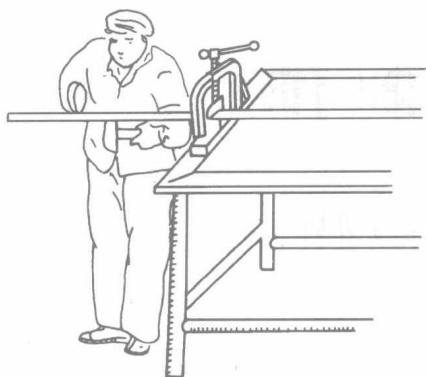

图 1-3 用锤击法调直管子
1) 锤击法调直管子。锤击法调直管子如图 1-3 所示, 常用来调直 $DN \leq 25\text{mm}$ 的钢管。调直时, 一般用两把锤子, 一把锤子顶在管子弯里面 (凹面), 起点作为支点, 用另一把锤子敲打管子背面 (凸面) 高点。敲打时应注意, 两把锤子不能在管子的同一点上作上下对着敲打, 以防将管子打扁, 两锤的击点要错开, 可根据管径和管子的弯曲程度保持在 $50 \sim 150\text{mm}$ 。敲打时不可用力过猛, 不可忽重忽轻, 用力要均匀。